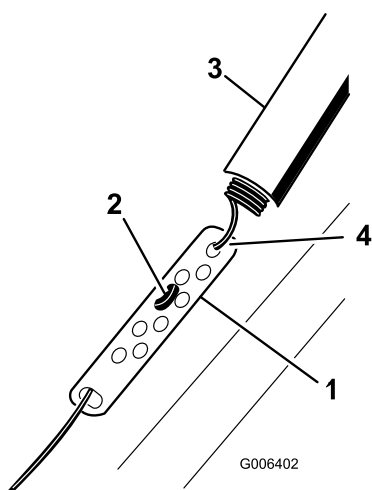

Bild 18
1. Schieben Sie die Federabdeckung nach oben und haken Sie die Feder aus dem Einstellglied aus (Bild 18).
2. Setzen Sie die Z-Befestigung in ein höheres oder niedrigeres Loch am Einstellenker, um den Abstand von 2 mm bis 3 mm zwischen dem Schaltrückzug und dem Griff zu erhalten (Bild 18).